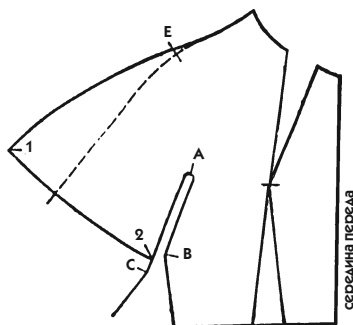

Рис. 748
1. На копии базового лекала кимоно проведите линию верхнего среза на желаемую длину (от Е до 1), приподнимая ее вверх и делая небольшую кривизну, как показано на рис. 748.